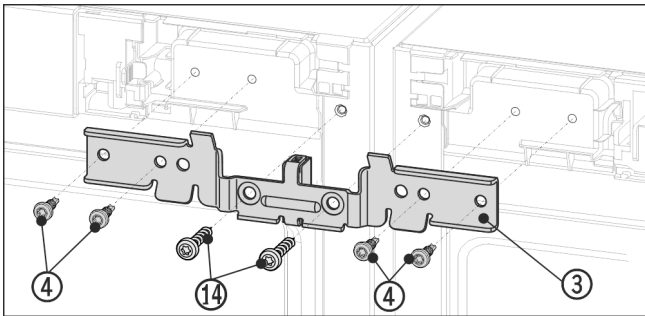

Fig. 12 Illustrationen är ett exempel
- ▶ Tryck in vinkel Fig. 12 (3) och distansstycke mellan apparaterna och mot stiften. Skruva fast vinkeln med de fyra skruvarna Fig. 12 (4) och de tidigare losskruvade jordskruvarna Fig. 12 (14) växelvis till höger och vänster så att de sitter löst.